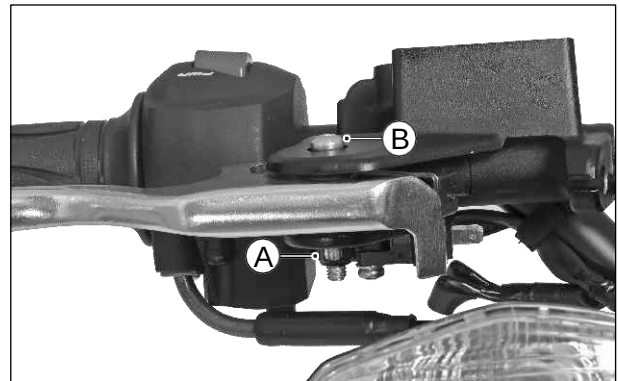

Fig. 6.40
- Retire la contratuerca (A) y el tornillo (B) de la leva de freno. (Fig. 6.40)